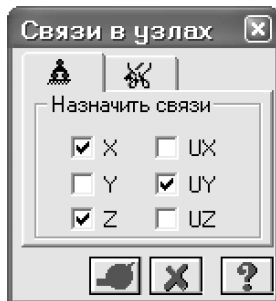

Рис.1.7. Диалоговое окно Связи в узлах
- С помощью пункта меню **Схема** ⇒ **Связи** (кнопка  на панели инструментов) вызовите диалоговое окно **Связи в узлах** (рис.1.7).